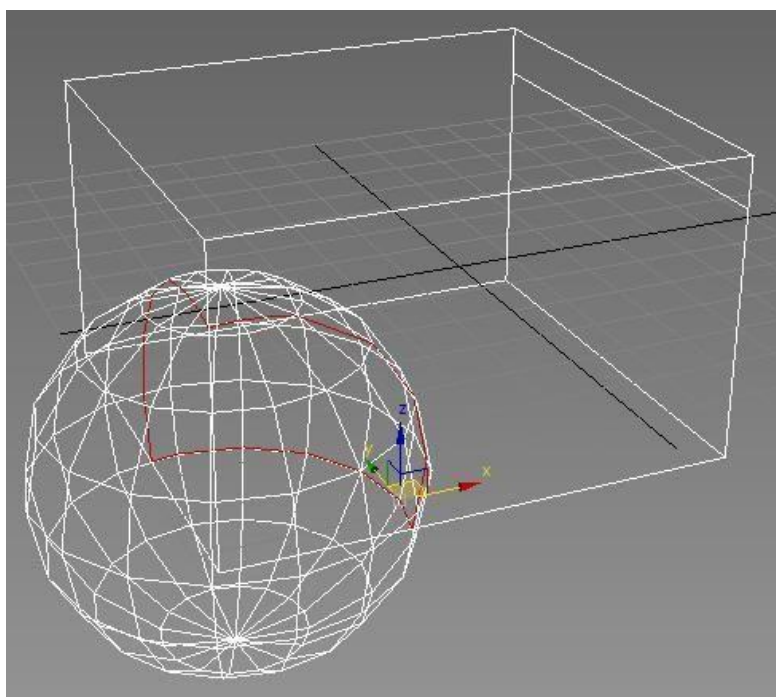

Рис. 3. Команда **Merge** после применения модификатора **Editable Mesh**: выделены созданные ребра
- Команда **Merge** объединяет сетки двух моделей без удаления исходных полигонов (многоугольников), создавая новые ребра там, где объекты пересекаются (рис. 3).